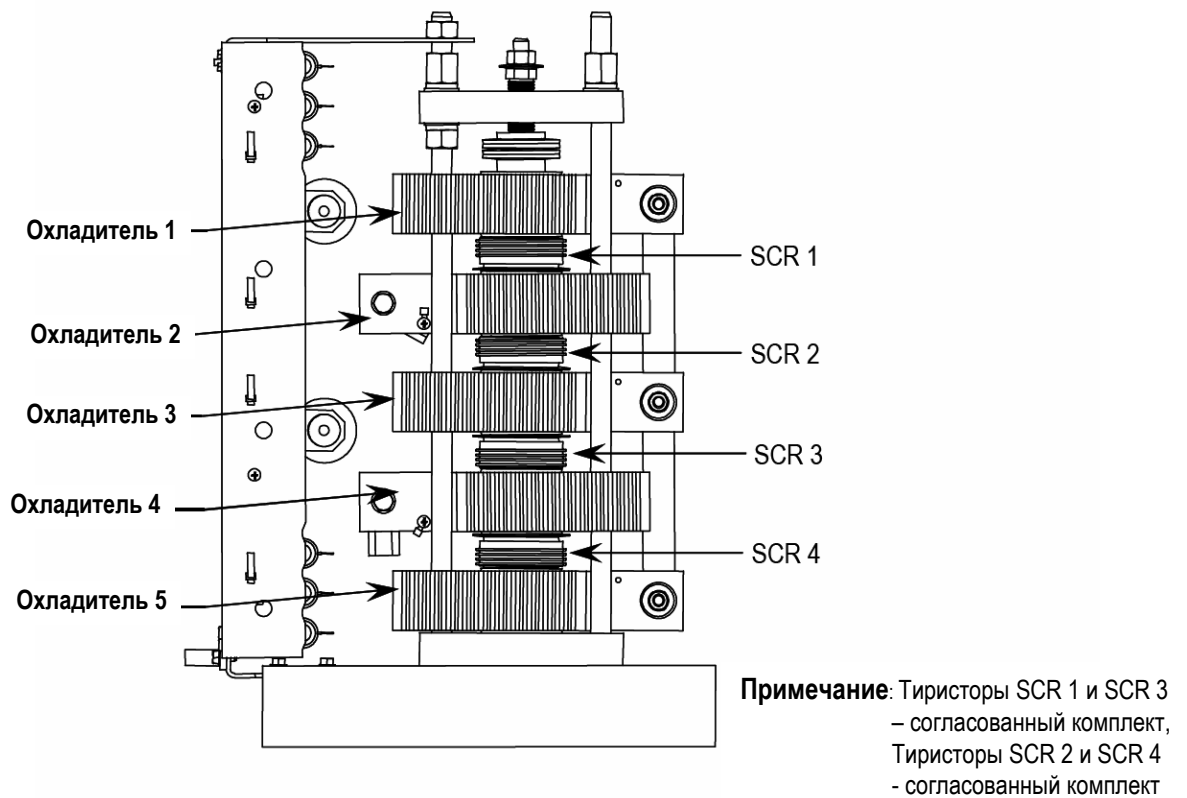

Рис. 9.8 – Сборка силового модуля (одна фаза) • 3300 / 4160 В, 180 А / 360 А
- Снимите закорачивающий стержень. Измерьте сопротивление между соседними охладителями, чтобы установить какой(ие) тиристор(ы) закорочен(ы). В блоках с четырьмя или шестью тиристорами должны использоваться комплекты тиристоров, подобранных по параметрам. См. рис. 9.8 и 9.14 для определения положения согласованных комплектов тиристоров. Если в каждом комплекте неисправен один тиристор, должны быть заменены все тиристоры в модуле. Исправный тиристор имеет сопротивление между анодом и катодом более 100 кОм, а между управляющим электродом и катодом - 10 - 40 Ом.